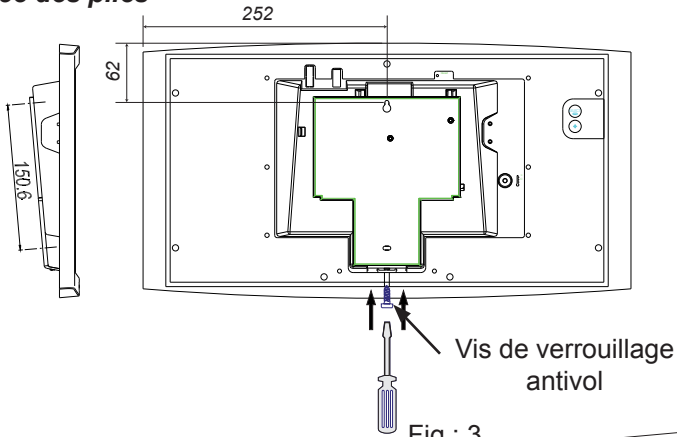

Fig.: 2
- Clipser l'horloge en place sur le support et la bloquer avec la vis de verrouillage anti-vol fournie (voir fig.2).